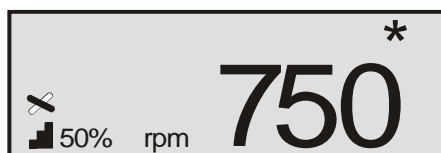

Bild 9: Anzeige Rühren
- ◆ Verlassen Sie das Menü durch Drücken des Einstellrades (8).
Das Anzeigenfeld (10) schaltet zurück zur Anzeige Rühren (Bild 9).
- ◆ Bestätigen Sie alle Einstellungen durch erneutes Drücken des Einstellrades (8). Wiederholen Sie den Vorgang bis wieder die Anzeige Rühren erscheint (Bild 9).
- ◆ Drücken Sie die Programmtaste (9), unter der Sie die Einstellungen vorgenommen haben. Die Einstellungen werden gespeichert, und es erscheint wieder die Anzeige Rühren (Bild 9).
- ◆ Stellen Sie das Rührgefäß auf die Rührstelle (1) des Magnetrührers.
- ◆ Wählen Sie eine Programmtaste (9).
- ◆ Starten Sie den Rührer mit der Taste START/STOP (11).
- ◆ Stellen Sie mit dem Einstellrad (8) die gewünschte Drehzahl ein.